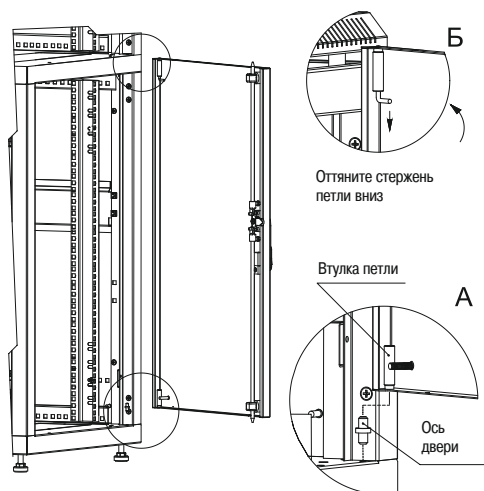

Рисунок 11 – Установка дверей в шкаф
4.4.4 Вставьте ось в круглое технологическое отверстие в основании близ стойки, наденьте втулку петли на подпятник (действие А). Оттяните стержень петли вниз (действие Б), защелкните колпачок петли в отверстии на верхнем основании (рисунок 11). Закройте дверь на замок. При правильном монтаже дверь вращается плавно, запирается без особых усилий.